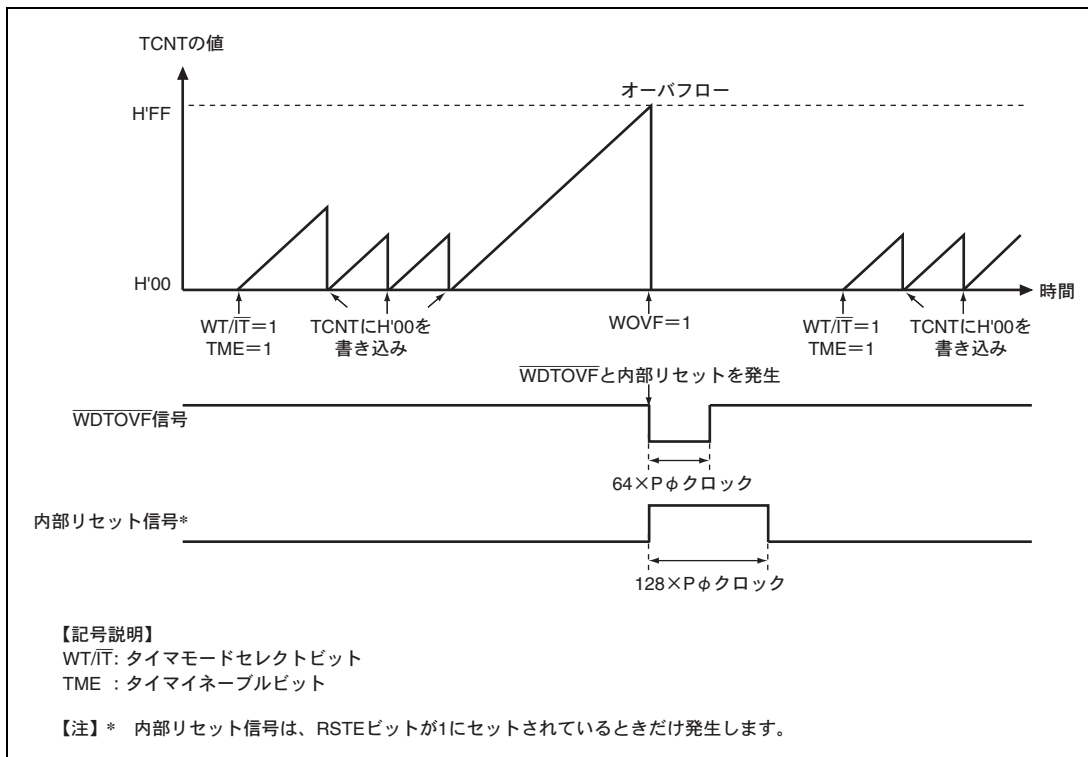

図 13.3 ウォッチドッグタイマモード時の動作
4. カウンタがオーバーフローすると、WDTはWTSRのWOVFを1にセットして、 $\overline{\text{WDTOVF}}$ 信号を外部に出力します。これを図13.3に示します。この $\overline{\text{WDTOVF}}$ 信号を用いて、システムをリセットすることができます。 $\overline{\text{WDTOVF}}$ 信号は、 $64 \times P\phi$ クロックの間出力されます。